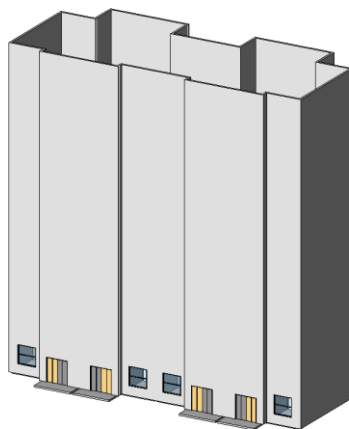

图 4-7
- 4) 光标放置在任意外墙上，按键盘上 Tab 键切换到整个轮廓后单击，选择所有外墙，单击“修改 墙”上下文选项卡>“属性”面板>“属性”按钮，打开“属性”对话框，设置“顶部限制条件”为“直到标高：F11”并应用，观察三维视图（如图 4-7 所示）。